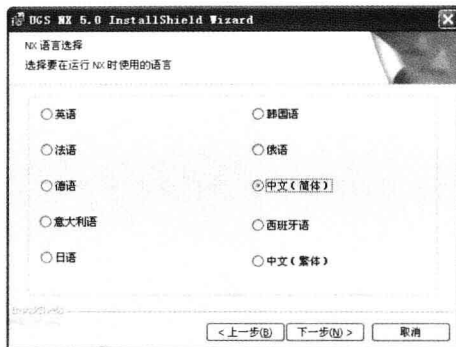

图 1-20 选择安装语言
Step 20 在弹出的对话框中设置 NX 语言选项时, 选中“中文(简体)”单选按钮, 如果用户需要, 也可以使用其他种类的语言。选择语言后, 单击“下一步”按钮, 如图 1-20 所示。